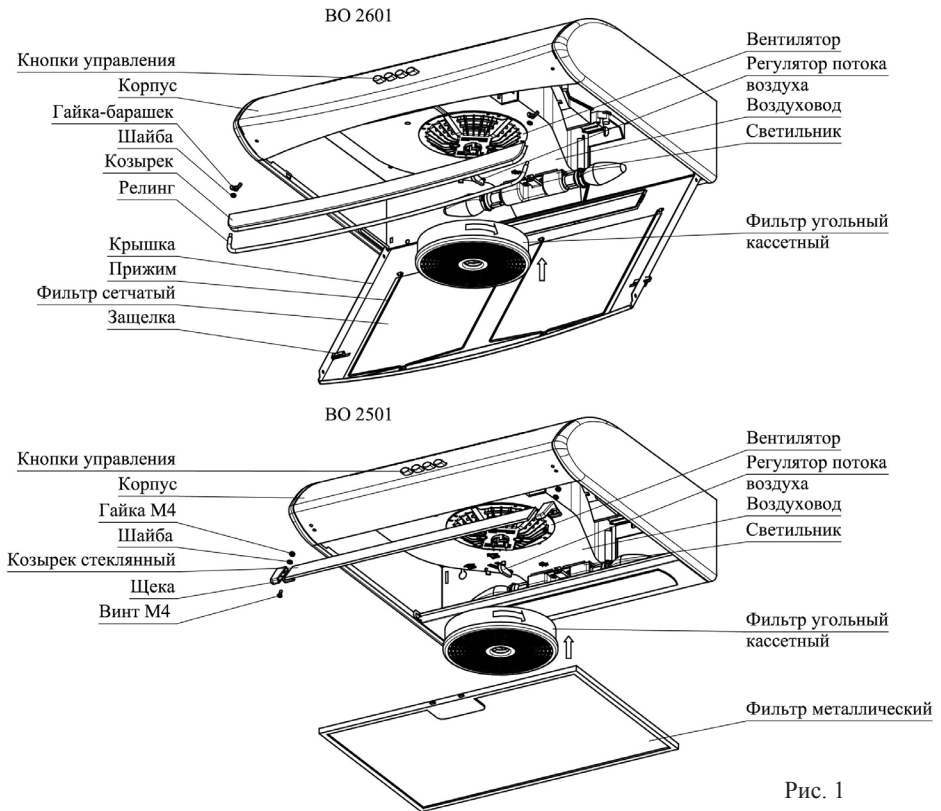
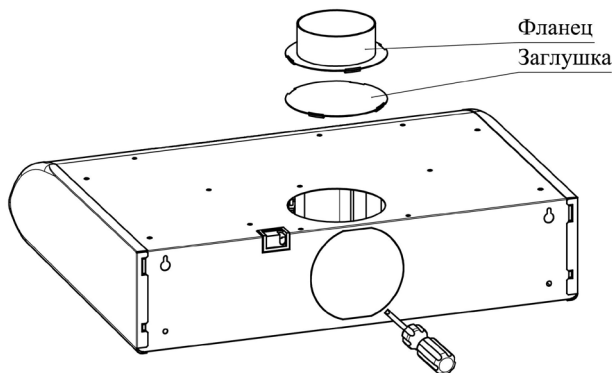

Рис. 1
Рис. 2
Внутри корпуса воздухоочистителя (рис. 1) располагаются вентилятор, светильник воздуховод с регулятором потока воздуха. На вентилятор установлен фильтр угольный кассетный. На передней части корпуса расположены кнопки управления работой воздухоочистителем.
В верхней и задней стенках корпуса воздухоочистителя имеются отверстия (рис.2), предназначенные для отвода воздуха наружу при помощи трубы, которая присоединяется к воздухоочистителю через фланец. Отверстие на задней стенке по контуру обозначено вырубленным элементом, который перед установкой фланца необходимо удалить при помощи отвертки или другого инструмента.
- 6.8 **ДЛЯ РАБОТЫ В РЕЦИРКУЛЯЦИОННОМ РЕЖИМЕ** совместите флажок регулятора потока воздуха (см. рис. 1) с рисунком "⊙" на воздуховоде воздухоочистителя. При данном режиме работы отверстие на верхней поверхности воздухоочистителя должно быть закрыто заглушкой (рис. 2).
Для установки фильтра угольного кассетного, оденьте его на фиксирующие элементы в центре вентилятора и поверните по часовой стрелке до упора (рис. 1). Демонтаж производится в обратном порядке.
ДЛЯ РАБОТЫ В ВЫТЯЖНОМ РЕЖИМЕ совместите флажок регулятора потока воздуха с рисунком "↗" на воздуховоде воздухоочистителя. При данном режиме работы в одно из выходных отверстий корпуса установить фланец. Если фланец установлен в отверстие на задней поверхности воздухоочистителя, то отверстие на верхней поверхности нужно закрыть заглушкой (рис. 2). Затем соедините фланец воздухоочистителя с вентиляционным каналом трубой диаметром 100 мм (в комплект поставки не входит